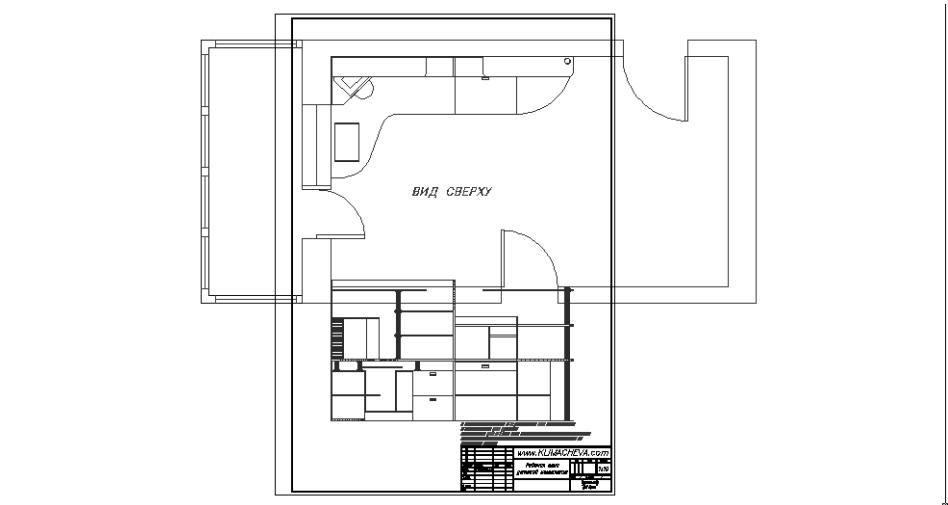

Рис. 12.3 ▼ Чертеж Work121.dwg вставлен в главный чертеж ChRoom121.dwg в качестве внешней ссылки
11. Выберите на чертеже точку, в которой нужно разместить вставляемую внешнюю ссылку (точка вставки совпадает с левым нижним внутренним углом детской), а затем измените масштаб по границам чертежа. Результат должен быть примерно таким, как показано на рис. 12.3.